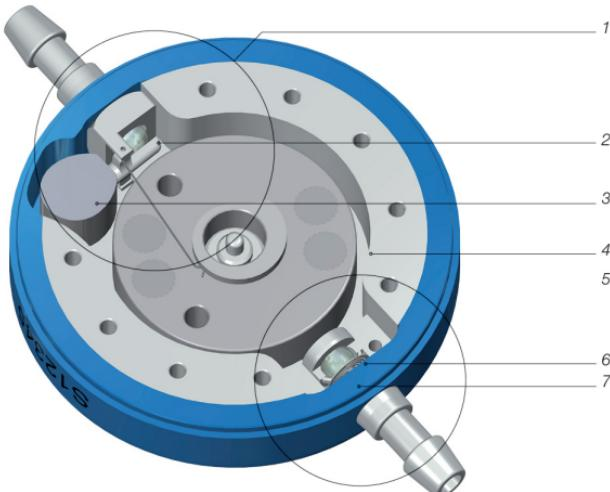

Fig. 1: Secțiune transversală a M.blue
M.blue este o valvă fabricată din titan. Aceasta se compune dintr-o unitate gravitațională reglabilă și o unitate de presiune diferențială (Fig. 1). Unitatea gravitațională reglabilă (1) din partea proximală a valvei dispune de o greutate de tantal (3) care, prin intermediul unei pârghii, ține o bilă de safir în locașul bilei (2). În funcție de poziția corpului pacientului, se modifică influența greutății tantalului asupra bilei de safir și, astfel, și presiunea de deschidere a valvei. Pretenziunea barei de torsion sunt conectate la pârghie poate fi reglată postoperator prin piele prin intermediul unui rotor (4). Astfel se poate modifica influența greutății tantalului asupra bilei de safir și, prin aceasta, se regleză presiunea de deschidere a valvei.